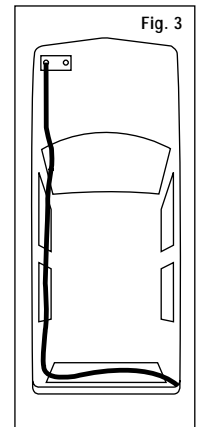

Fig. 3
9. Beginning from the front of the vehicle, route the 12 ga. wire rearward along the driver's side frame rail and up through the access hole from step 4, avoiding any hot pipes, heat shields, the fuel tank or any other points that may pinch or break the wire (Fig. 3).
9. Commençant de l'avant du véhicule, achenez le fil de calibre 12 vers l'arrière le long du longeron du côté conducteur, et vers le haut à travers le trou d'accès de l'étape 4. Évitez des tuyaux chauds, des écrans pare-chaaleur, le réservoir à essence, ou d'autre point qui pourrait coincer ou briser le fil (Fig. 3).
9. Comenzando desde el frente del vehículo, encamine el cable #12 hacia la parte trasera del vehículo y a lo largo de los largueros de la estructura en el lado del conductor y hacia arriba a través del agujero de acceso del paso 4, evite el contacto con tubos calientes, protectores de calor, el tanque de gasolina, o cualquier otro punto que pueda apretar o romper el cable (fig. 3).